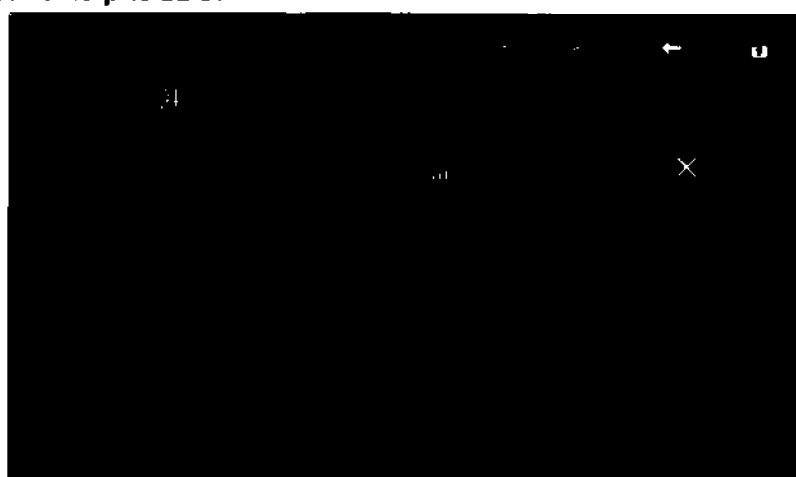

Рис.12.5 – Фильтрация шаблонов по длине волны
12.7. Для более удобной работы с шаблонами можно применить фильтр, нажав на интересующую вас длину волны. Активные режимы работы подсвечены в основном меню экрана, как показано на рис.12.5.